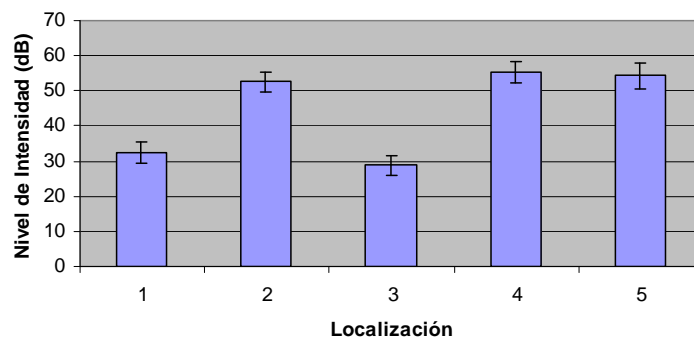

Fig. 7.4 Diagrama de barras del nivel de intensidad.
2. Realizar el diagrama de barras (Fig. 7.4) de las medidas, donde la altura de la barra es la media, y la barra de error viene dada por la ecuación (7.5).